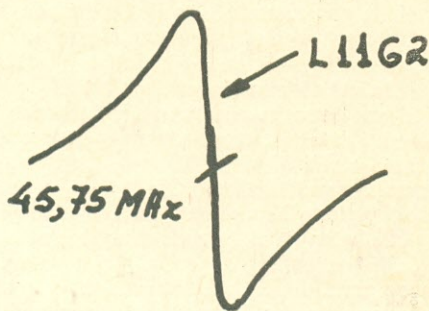

FIG. 2
- 6— Ajuste novamente a bobina L1162 para que a curva fique igual à da Fig. 2.